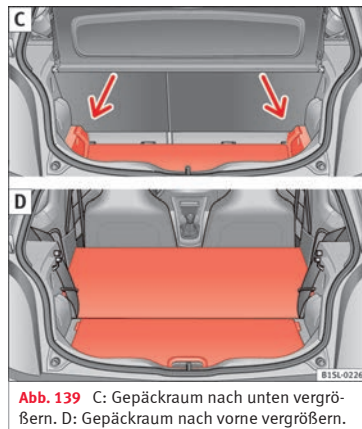

Abb. 139 C: Gepäckraum nach unten vergrößern. D: Gepäckraum nach vorne vergrößern.
- Den Gepäckraumboden anheben und in der Schiene nach unten drücken » **Abb. 139 C** (Pfeile).